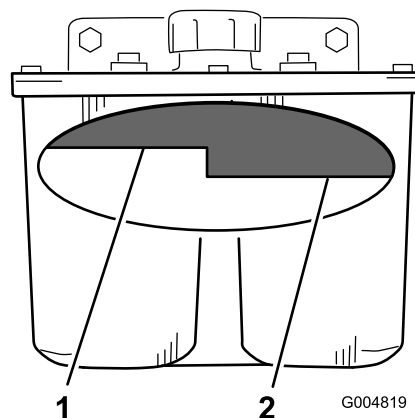

Figura 91
4. Limpe a zona em redor do tubo de enchimento do depósito hidráulico (Figura 91).
5. Retire a tampa do tubo de enchimento e observe o interior para verificar se existe fluido no reservatório (Figura 91).
Nota: O nível do fluido deve encontrar-se no cimo do nível quente do abafador, quando o fluido está quente (Figura 91).